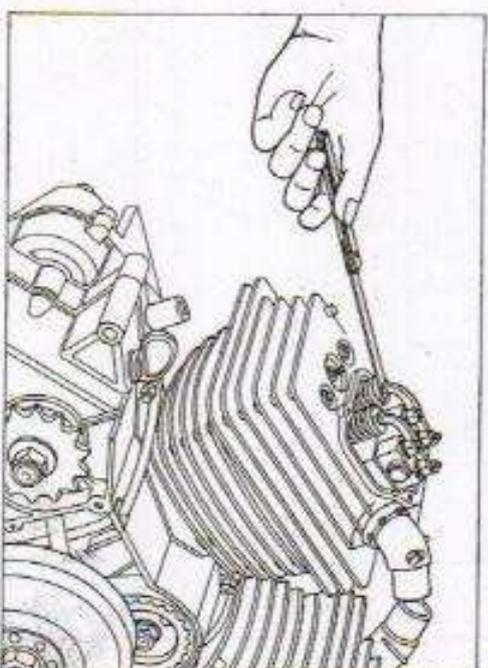

Fig. 9
**Registrazione cilindro posteriore (n. 2) (fig. 9).**